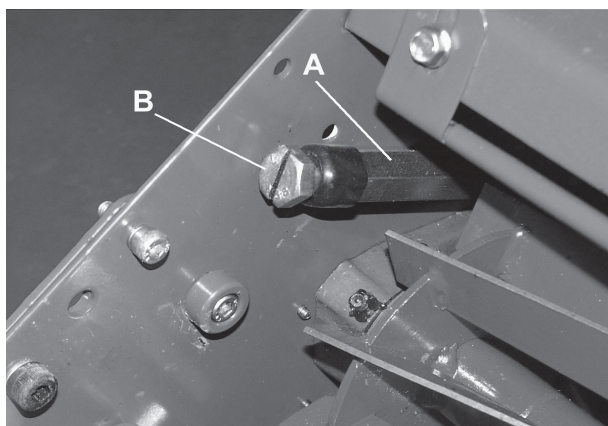

Fig. 8.4
8.4 REGOLAZIONE DEL CILINDRO SULLA LAMA INFERIORE (FIG. 8.4)